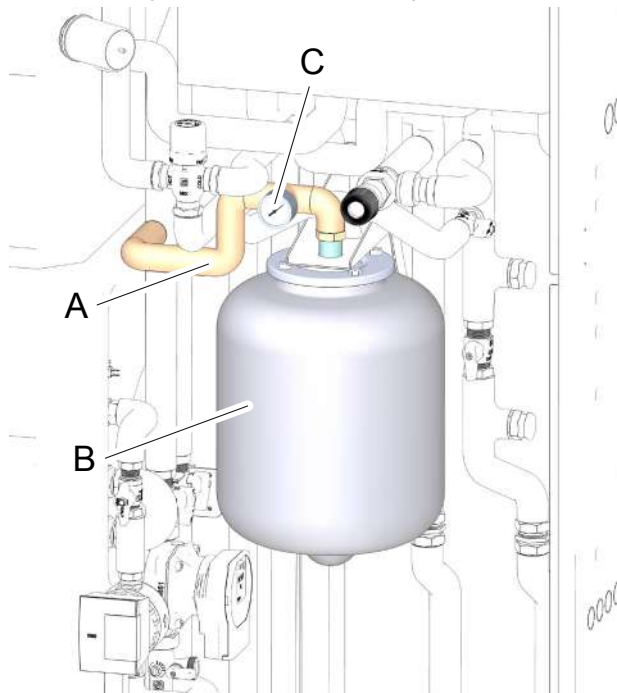

fig. 48 -
- tubazione cod. 3841T340 (part. A "fig. 48 -")
- vaso di espansione solare 18 litri (part. B "fig. 48 -") avendo cura di bloccarlo con una ghiera sulla staffa di supporto
- idrometro (part. C "fig. 48 -")